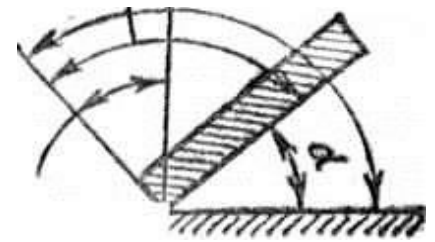

Рис. 1
**Указать цифрами углы шаберов (рис. 1).**